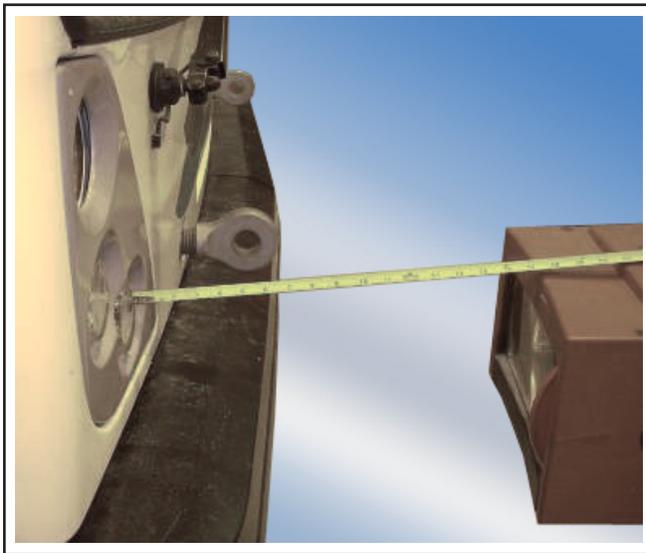

Figure B3 - Distance entre le dispositif d'ajustement et le phare
5. Positionner le dispositif d'ajustement à une distance de 30 à 70 cm (12 à 28 po) du phare à ajuster. Voir Figure B3.